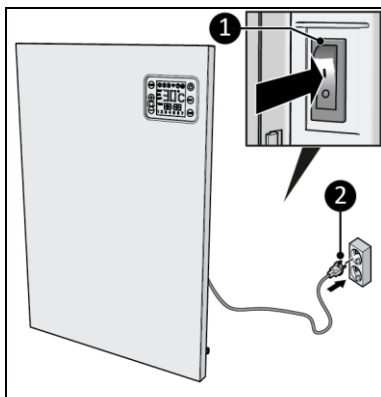

Figura 13
2. Asigurați-vă că întrerupătorul PORNIT / OPRIT (ON/OFF) este în poziția OPRIT(OFF) (Figura 13, poz. 1).
3. Introduceți ștecherul (Figura 13, poz. 2) într-o priză cu împământare, ușor accesibilă. Utilizați o priză de perete cu împământare, cu o putere minimă de 1200 Watt.